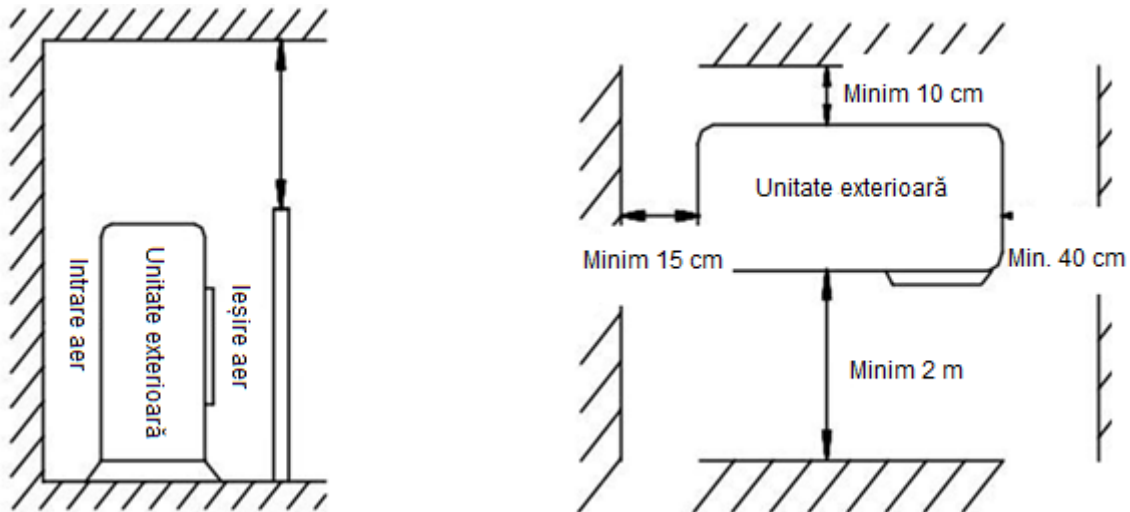

Figura 2.
- Spațiul liber de instalare trebuie să fie cel indicat în figura 2.